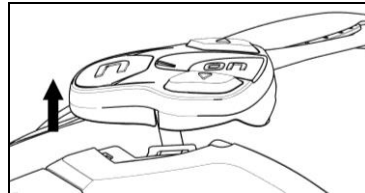

Abb. 29
- Drehen Sie die Tastenvorrichtung im Gegenuhrzeigersinn (Abb. 29).